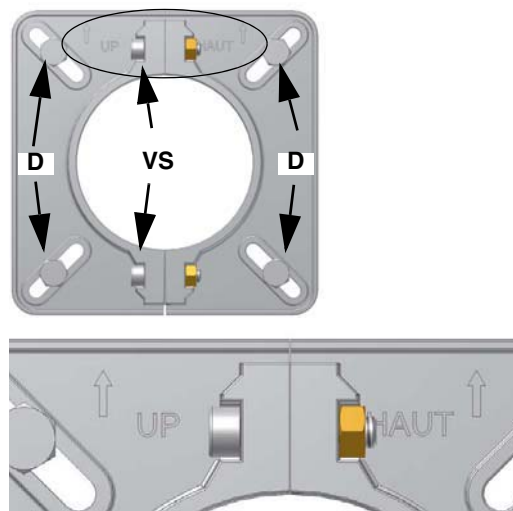

Fig. 2
- 4 conform cu cele date in Fig. 2, fixati flansa pe prezoanele filetate(sau suruburi) D de pe cazan , fara a le strange complet ;